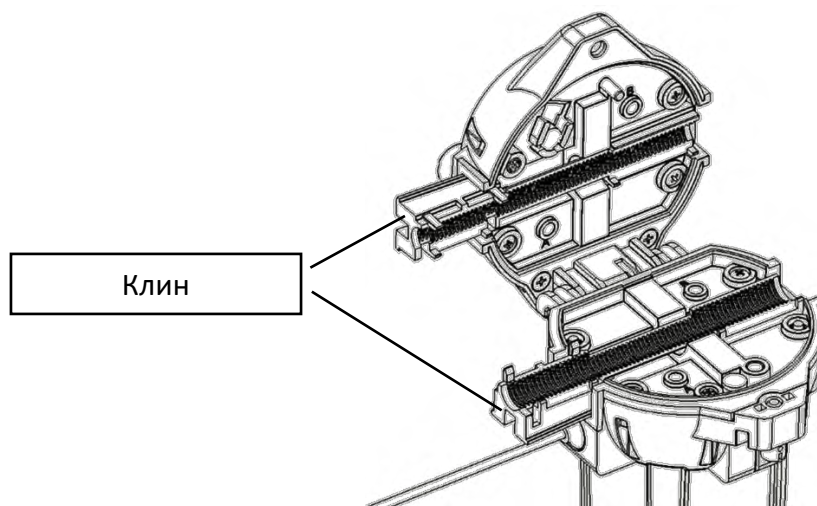

Рис. 3 – Снятие клиньев с измерительного блока.
4. Снять заменяемые клинья (2 шт.) (рис.3).